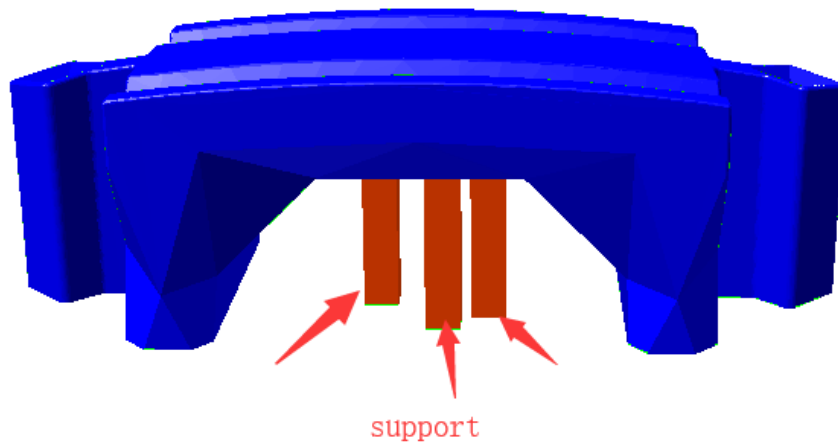

图 8, 未切片时的手动支撑示意图
(5)支撑填充速度 (单位 mm/s) : 支撑是用于支撑模型悬空部分不因为重力原因在模型打印时掉下来的辅助结构。其结构也类似于模型, 但打印完成后需去除。建议速度为: 10-80mm/s。为方便说明图 8 使用了手动支撑作为演示: